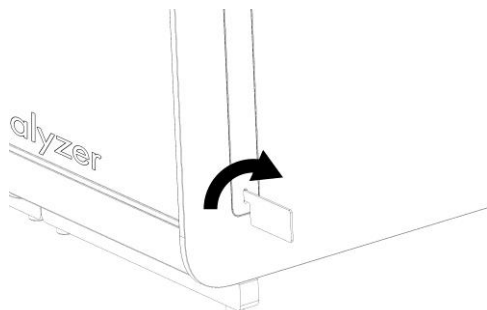

Рис. 2. Удаление защитных наклеек.
- Удалите защитные наклейки с боковой стороны аналитического модуля с помощью инструмента для снятия защитных наклеек, входящего в комплект поставки QIAstat-Dx Analyzer 1.0 (рис.2).